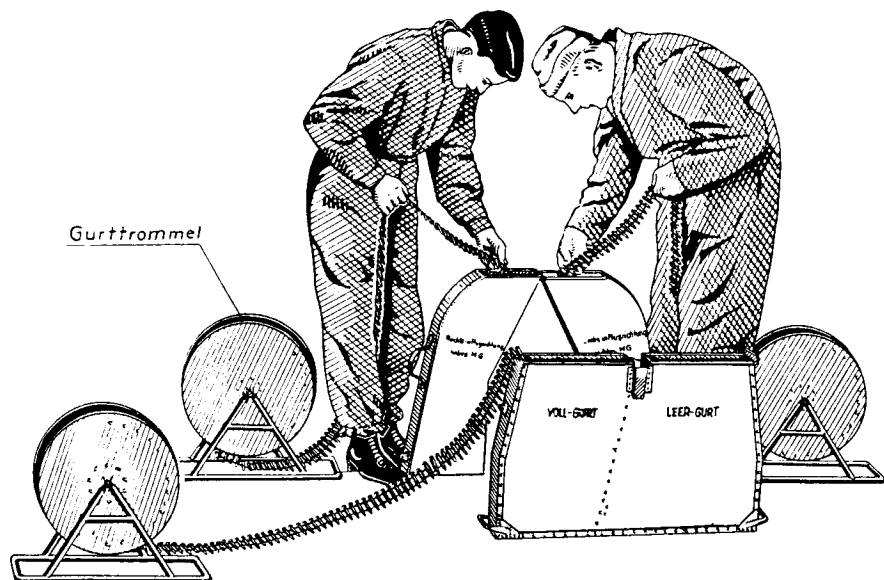

Abb. 69: Packen der Vollgurtkästen.
- b) Stelle die Kästen in der in Abb. 69 gezeigten Weise (die der Einbaustellung entspricht) auf dem Boden auf und schaffe die erforderliche Munition herbei!